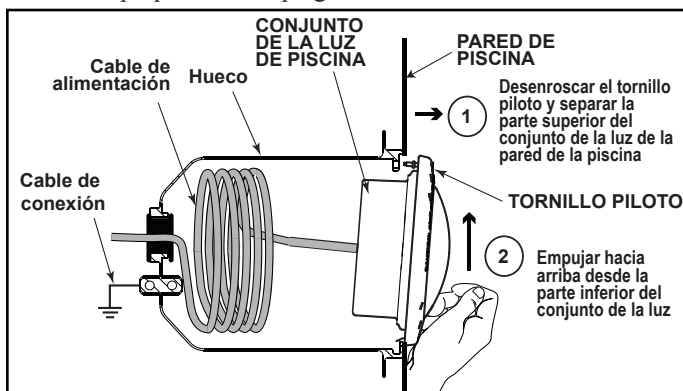

Figura 6. Extracción del conjunto de luz LED blanca Jandy Pro Series para reemplazar el controlador de iluminación
3. Para retirar el conjunto de la luz, desenrosque el tornillo piloto especial en la parte superior del aro frontal, retire el conjunto de la luz del hueco y coloque el conjunto cuidadosamente sobre la plataforma. No es necesario drenar la piscina. Consulte la Figura 6.